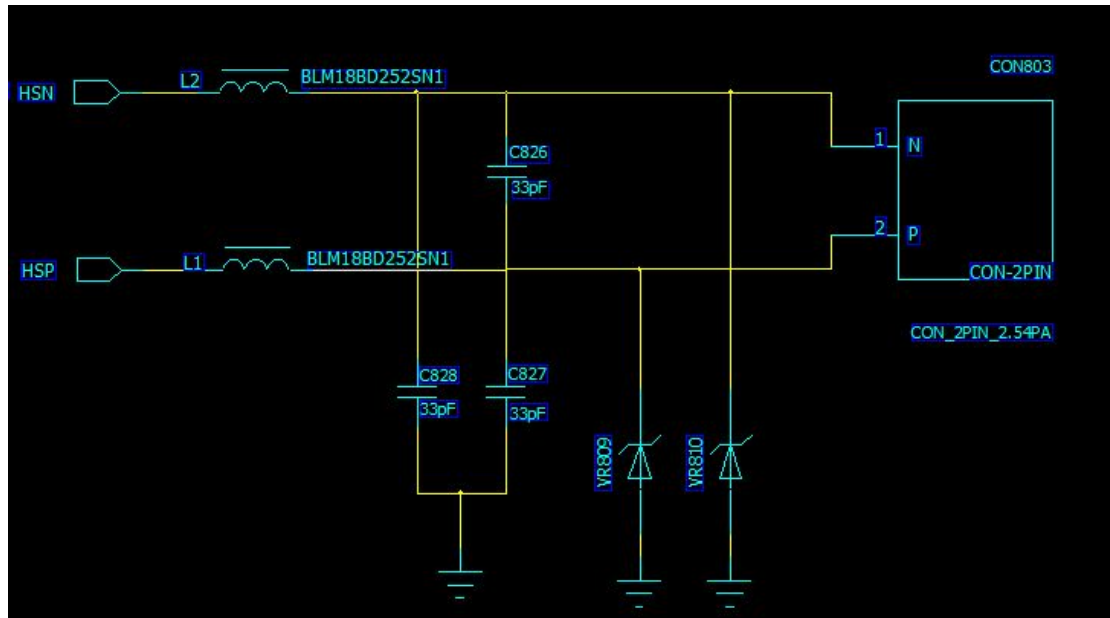

图 3-8
- HSP/ HSN 通道主要用于听筒输出, 其典型应用电路如图 3-8 所示